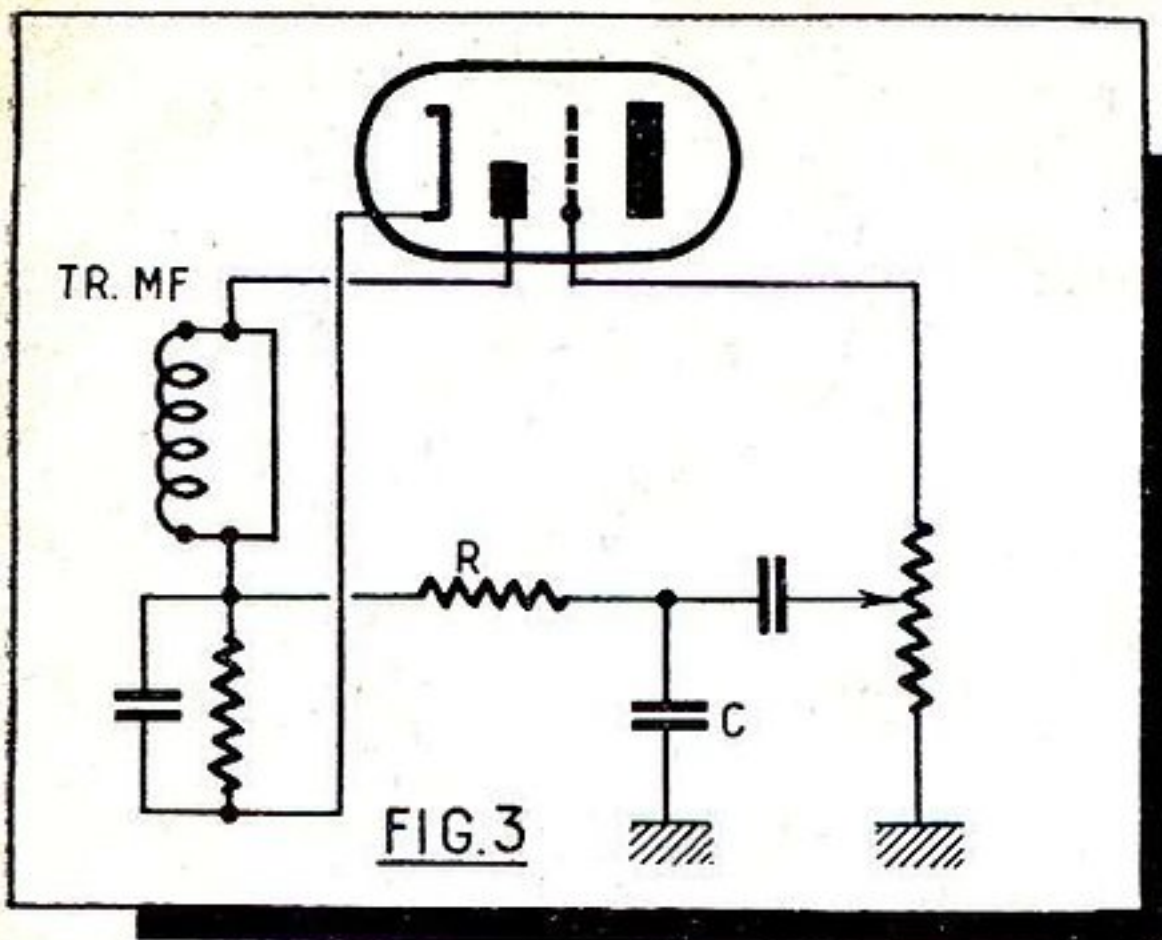

FIG. 3
Pour éliminer la composante moyenne fréquence qui subsiste après détection, on utilise couramment un filtre constitué le plus souvent par une résistance de 50.000 Ω (R) et un condensateur de 100 à 200 cm C montés comme l'indique la figure 3. On peut obtenir une élimination beaucoup plus efficace en utilisant à la place de la résistance un circuit bouchon accordé sur la valeur de la moyenne fréquence. Pour constituer ce filtre on peut parfaitement utiliser un enroulement accordé d'un vieux transformateur MF. Ce circuit est branché comme l'indique la figure 4. Ce circuit pourra être monté nu dans le récepteur ; on pourra aussi le blinder. Le blindage utilisé sera celui du transformateur MF qu'on coupera à la moitié pour en réduire la hauteur. Pour la fixation, il suffira de river sur le boîtier ainsi formé les pattes de fixation filetées que possédait le boîtier d'origine.